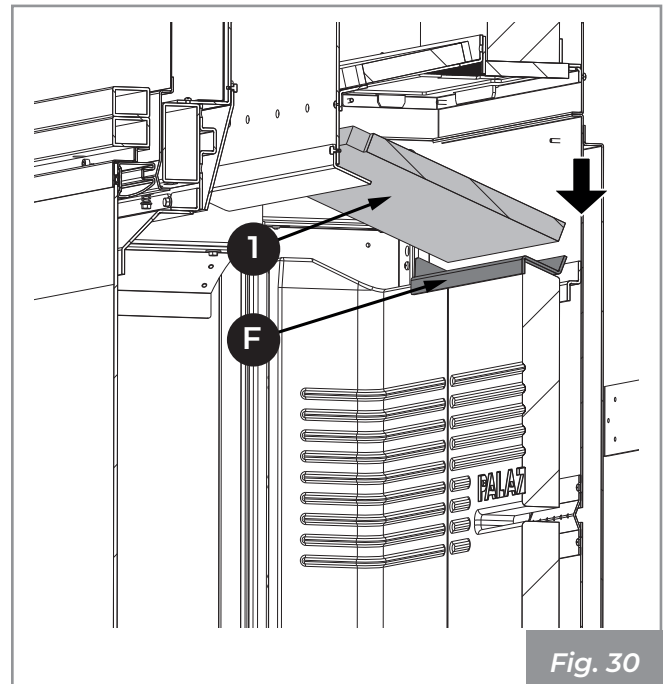

Fig. 30
- 7) Bloquer les réfractaires avec la plaque (F) encastrable dans le support (Fig. 30).
- 8) Positionner les panneaux (1) en les posant sur les supports.